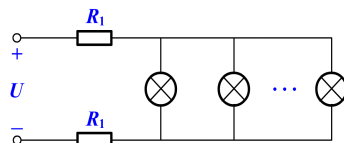

图2-11 例2-3图
【例 2-3】如图 2-11 所示, 电源供电电压 $U = 220 \text{ V}$, 每根输电导线的电阻均为 $R_1 = 1 \Omega$, 电路中一共并联了 100 盏额定电压 220 V 、功率 40 W 的电灯。假设电灯在工作 (发光) 时电阻值为常数。试求 : ① 当只有 10 盏电灯工作时, 每盏电灯的电压 U_L 和功率 P_L ; ② 当 100 盏电灯全部工作时, 每盏电灯的电压 U_L 和功率 P_L 。